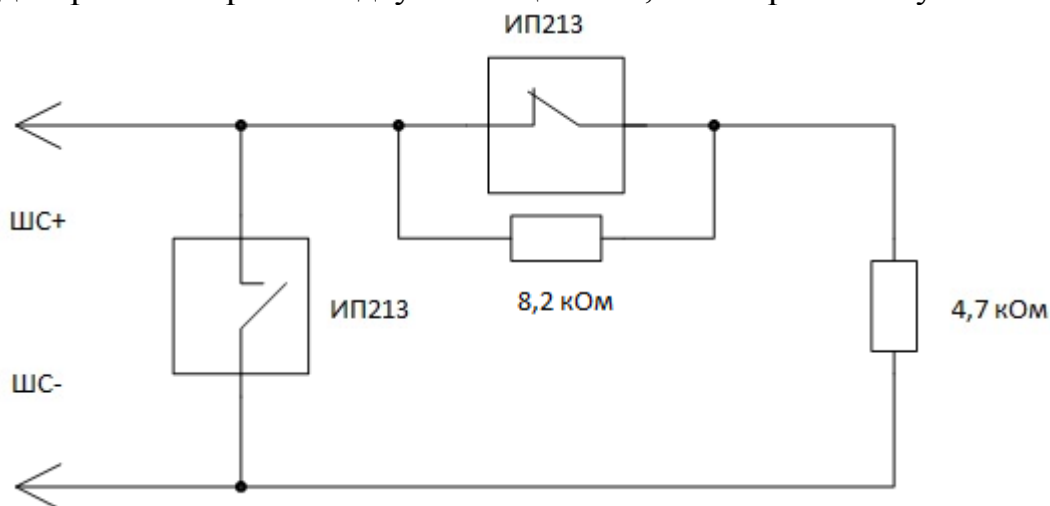

Рисунок 4
2.2.7 Рисунок 4 - пример подключения двух извещателей в шлейф сигнализации ППКОП «Сигнал-20» фирмы Болид. Сигнал срабатывания появляется при переходе в режим «Тревога» двух извещателей, либо при их отсутствии.